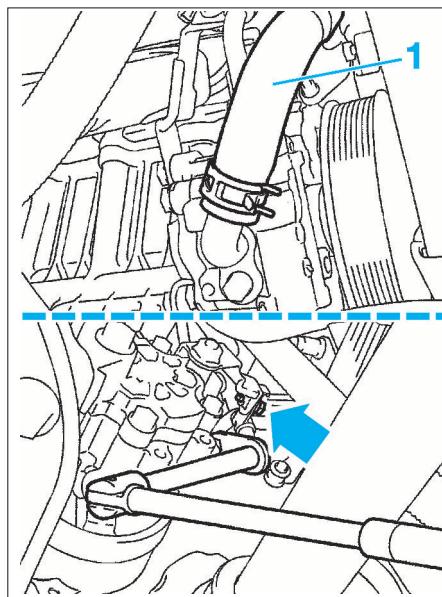

FIG. 8
- Déposer la durit (1) et la canalisation (2) (fig. 8).